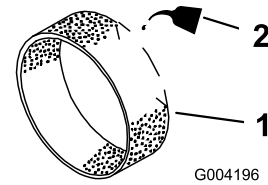

Figura 15
3. Coloque 30 ou 60 ml de óleo no filtro prévio (Figura 15).